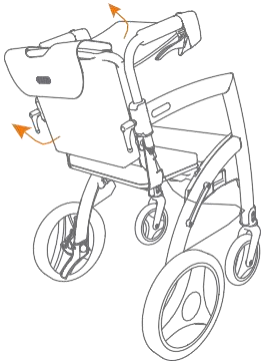
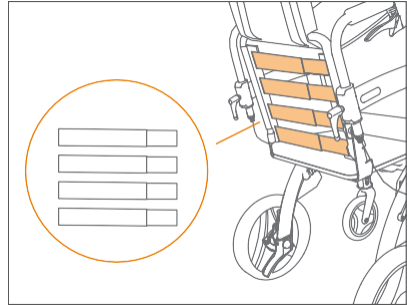

Figura 50: Banda de soporte lumbar con correa de ajuste.
Figura 51: Cuatro correas de ajuste regulables.
- b. Levante la bolsa del paquete silla de ruedas y la funda del respaldo desde abajo (**Figura 50**). Las correas de ajuste ahora son claramente visibles (**Figura 51**).